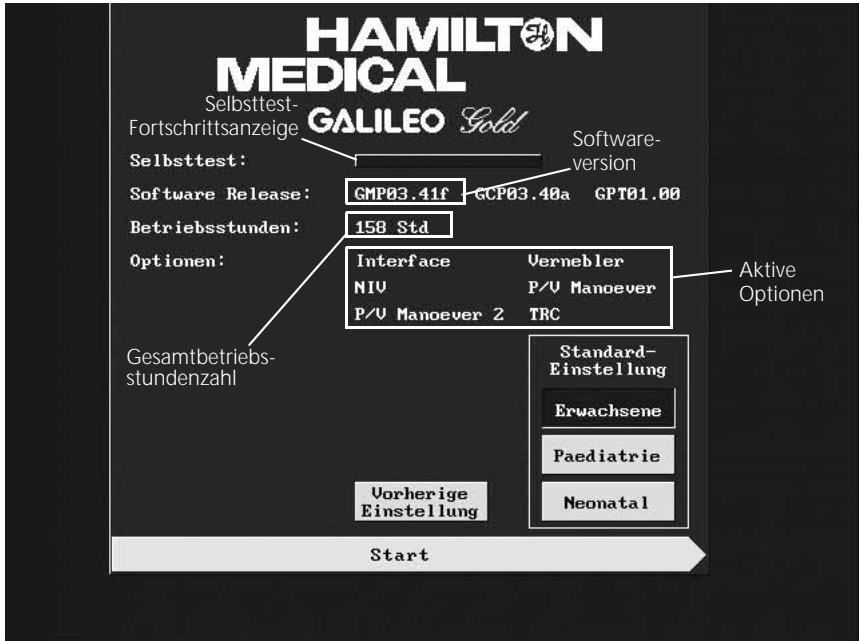

Abbildung 2-15. Startbildschirm
Um herauszufinden, ob das Beatmungsgerät mit der Vernebleroption ausgerüstet ist, sehen Sie im Startbildschirm nach (Abbildung 2-15). Die Einstellungen des Verneblers können im Konfigurationsmodus aufgerufen werden.
2. Nach einigen Sekunden erscheint der Startbildschirm (Abbildung 2-15). Auf dem Bildschirm erscheinen die **Selbsttest**-Fortschrittsanzeige, die Versionsnummern der installierten Software, die Gesamtbetriebsstundenzahl des Beatmungsgeräts sowie die aktiven Optionen. Während des Selbsttests sind ein akustisches Signal, das die Funktionsfähigkeit des Lautsprechers anzeigt, und ein Signalton zu hören. Die auf dem Bildschirm angezeigte Softwareversion (d. h. die Ziffer links neben dem Punkt) sollte der Versionsnummer auf der Titelseite dieses Handbuchs entsprechen.